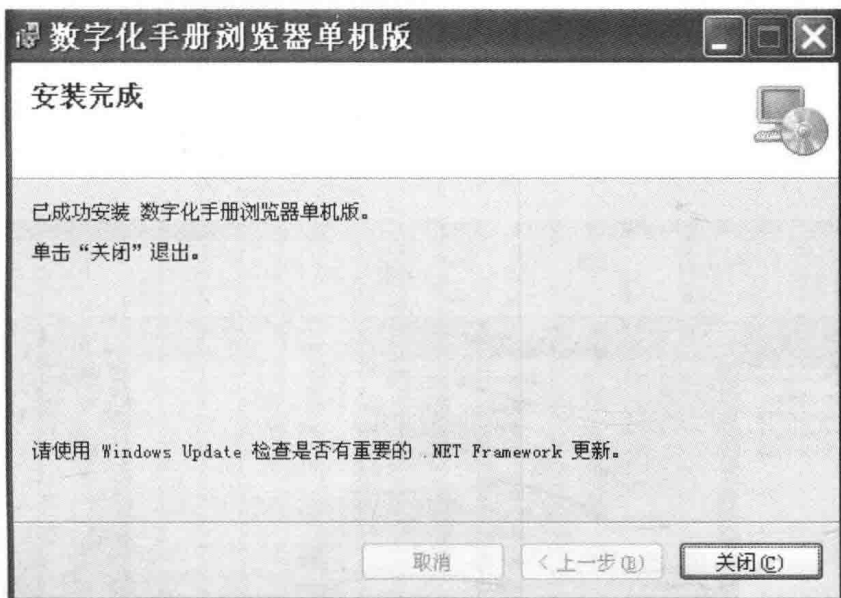

图 1-10 “安装完成”窗口
9) 当安装成功后, 安装向导显示图 1-10 的“安装完成”窗口, 提示用户系统已正确安装完成。单击“关闭”按钮, 完成安装。